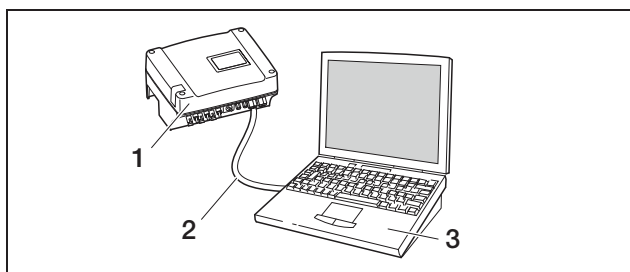

Abbildung 42: Wechselrichter und Computer mit Ethernet-Kabel verbinden
- a) direkt über ein Ethernet-Kabel (siehe Abbildung 42) oder